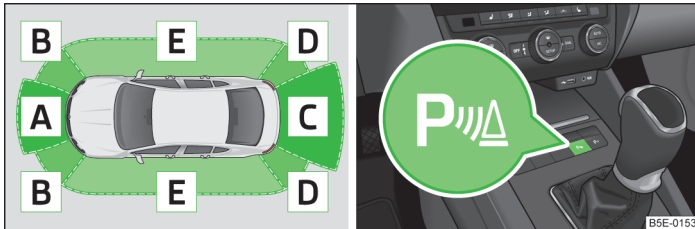

Abb. 130 Einparkhilfe: Reichweite der Sensoren / Taste der Einparkhilfe bei Fahrzeugen mit Sensoren hinten und vorn
- Wenn nach Aktivierung des Systems etwa 3 Sekunden lang ein Warnton ertönt und sich in der Fahrzeugnähe kein Hindernis befindet, dann liegt ein Systemfehler vor. Der Fehler wird zusätzlich durch das Blinken des Symbols **P** in der Taste **» Abb. 130** auf Seite 140 signalisiert. Im Infotainmentdisplay wird **!** bzw. **Δ** im Fehlerbereich angezeigt. Den Fehler von einem Fachbetrieb beheben lassen.
Bereich » Abb. 130	Reichweite der Sensoren ^{a)}
Das System wird automatisch beim Einlegen des Rückwärtsgangs oder durch Drücken der Symboltaste **P** » Abb. 130 aktiviert. In der Taste leuchtet das Symbol **P** auf, die Aktivierung wird durch ein kurzes akustisches Signal bestätigt.
Bei Fahrzeugen mit werkseitig eingebauter Anhängervorrichtung sind bei Anhängerbetrieb nur die Bereiche **A** und **B** » Abb. 130 des Systems aktiv und es erfolgt keine Fahrbahnanzeige.